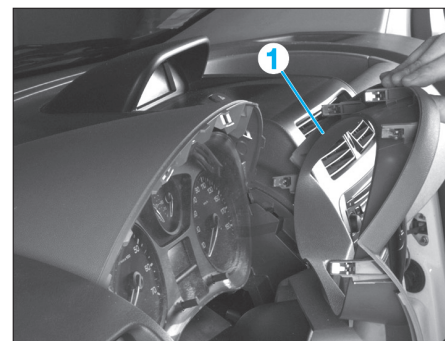

Fig. 24
- Dégrafer la garniture (1) du contour de combiné d'instruments (Fig.24).